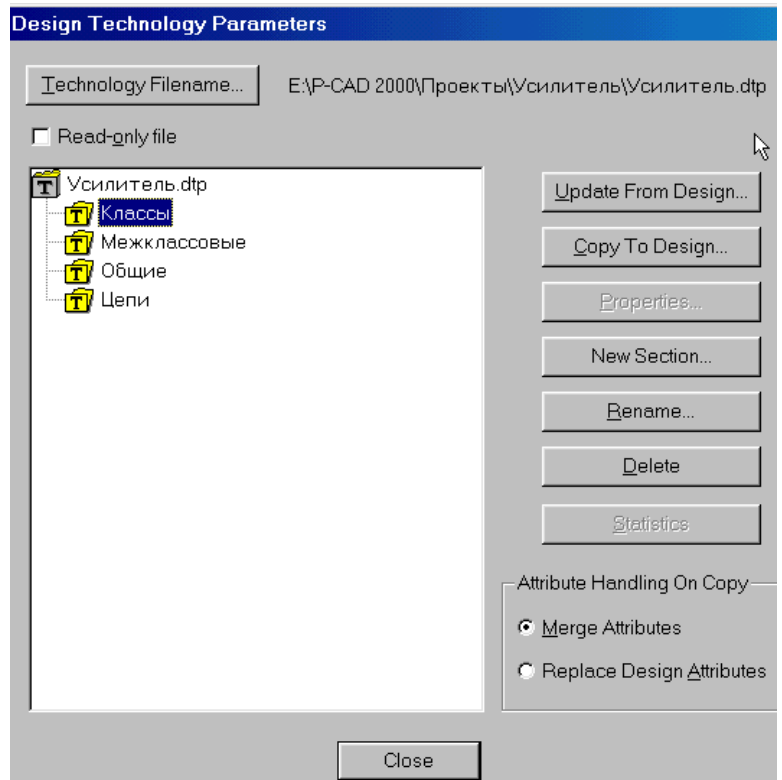

Рис. 6-40.
на панели **Design Technology Parameters** (см. рис. 6-40) кнопку **Update From Design...** (модифицировать из проекта).
9) Укажите в списке групп группу «Классы», щелкнув по ней левой кнопкой мыши (см. рис. 6-40), и нажмите на кнопку **New Section** (новая секция).